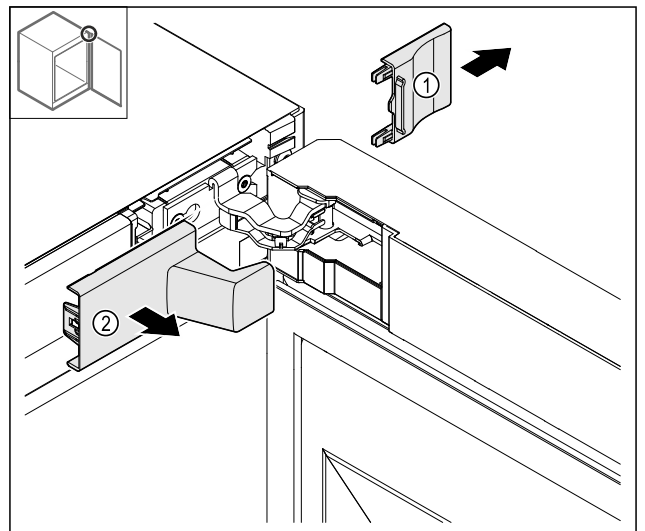

Fig. 13
- Зніміть Fig. 13 (1), а потім Fig. 13 (2).